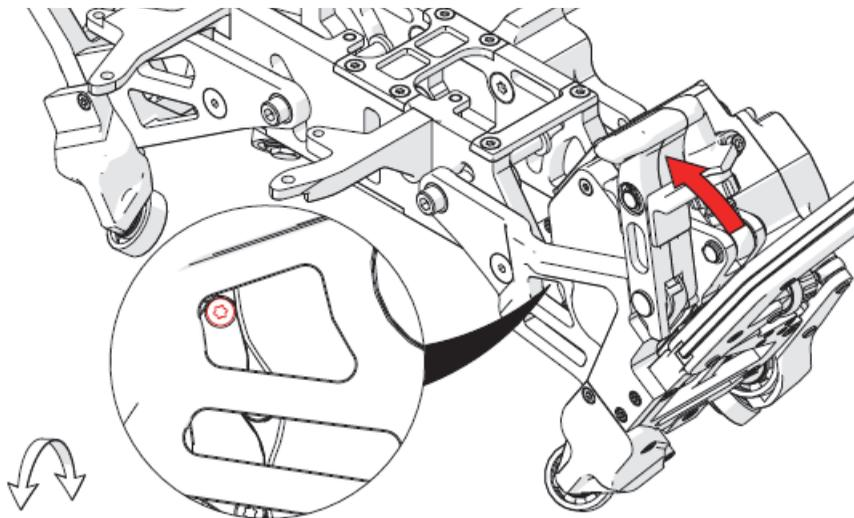

Figure 2-4 Retrait de la vis Torx du dessus du protecteur de la roue motrice
1. Levez la poignée d'actionnement du moteur. Vous verrez alors une vis Torx sur le dessus du protecteur de la roue motrice (Figure 2-4 à la page 94).